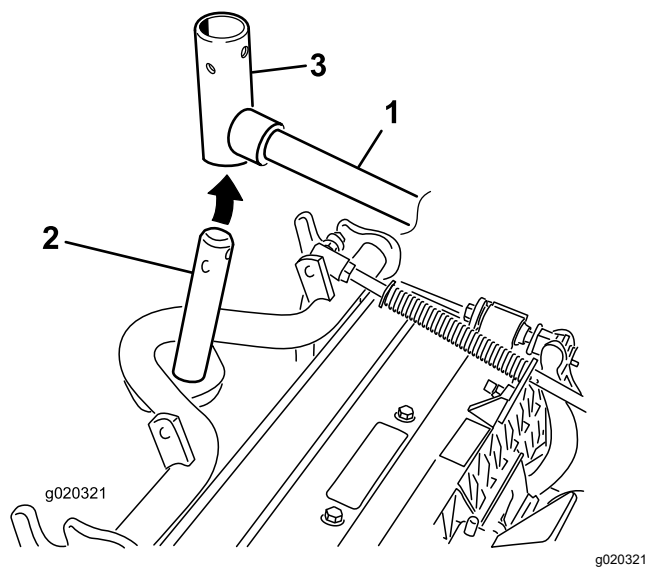

Figure 10
- B. Insérez la chape du bras de levage sur l'arbre du bâti porteur (Figure 10).
10. Pour les unités de coupe avant, poussez une unité de coupe sous le bras de levage tout en insérant l'arbre du bâti porteur dans la chape de pivot du bras de levage (Figure 10).